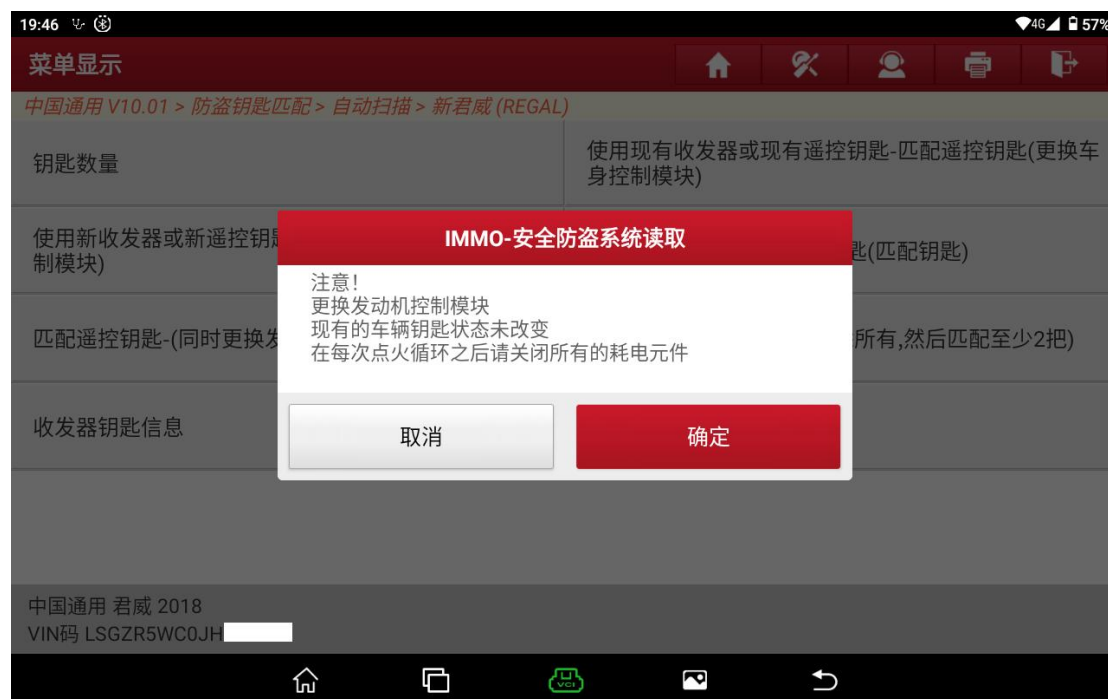

图 14
14. 钥匙学习完成, 如图 14:
14. 点击“确定”，如图 14。